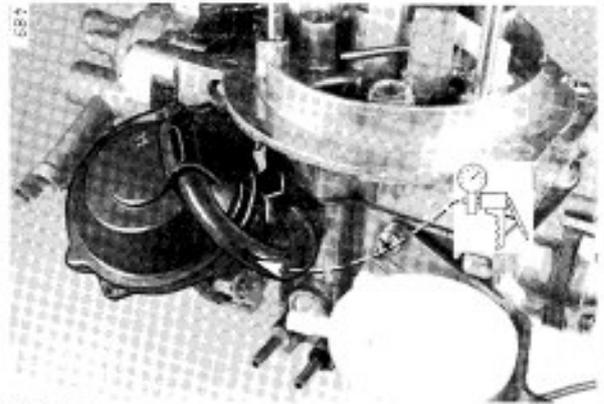

Bild 12
4. UNTERDRUCKDOSE II. STUFE (Bild 12)